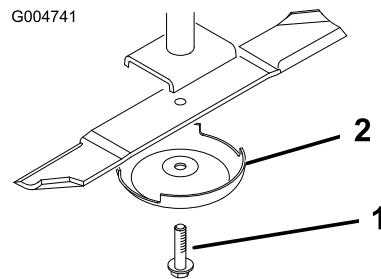

Figura 96
2. Sujete el extremo de la cuchilla usando un paño o un guante grueso. Retire del eje de la cuchilla el perno de la cuchilla, el protector de césped y la cuchilla (Figura 96).